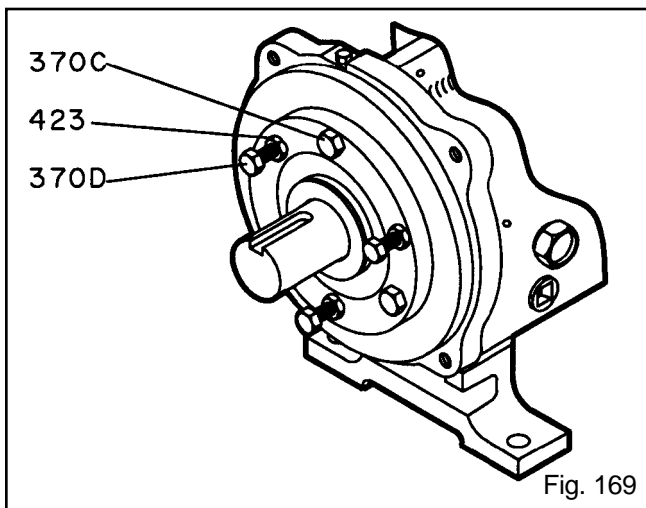

Fig. 169
5. Afloje los pernos de sujeción (370C) y los pernos de levantamiento (370D) (Fig. 169). Mida el espacio libre entre el impulsor (101) y la tapa de la cámara del sello/prensaestopas (184) con un calibrador de espesores. Cuando se alcance 0.030 pulg. (0.76 mm) de espaciamento, apriete los pernos de sujeción (370C), los pernos de levantamiento (370D) y las contratuerzas (423) (Fig. 169).